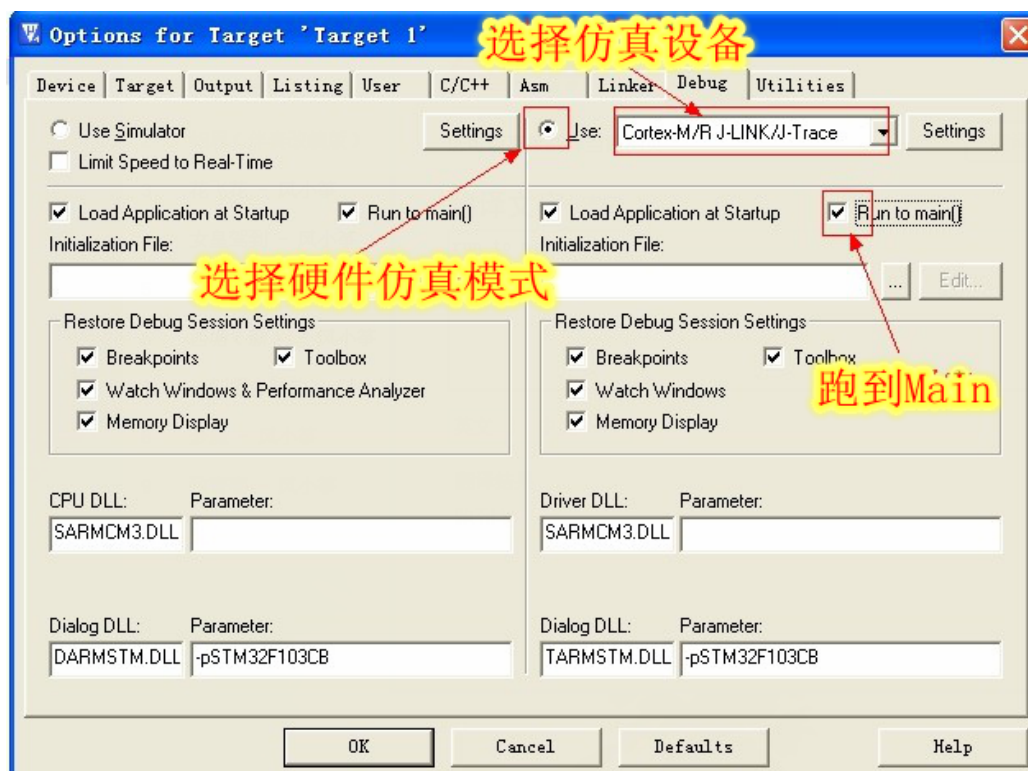

图 4-88 Debug 选项配置
步骤2：把编译好的输出文件名定为STM32-DEMO，如图4-88所示
步骤3：把 Create HEX File这个选项框也选上，表示编译输出HEX文件如图4-88所示
2. 点击 ，进入我们的配置选项，在 Debug 选项里进行一个配具操作，配置如下图 4-88 所示：